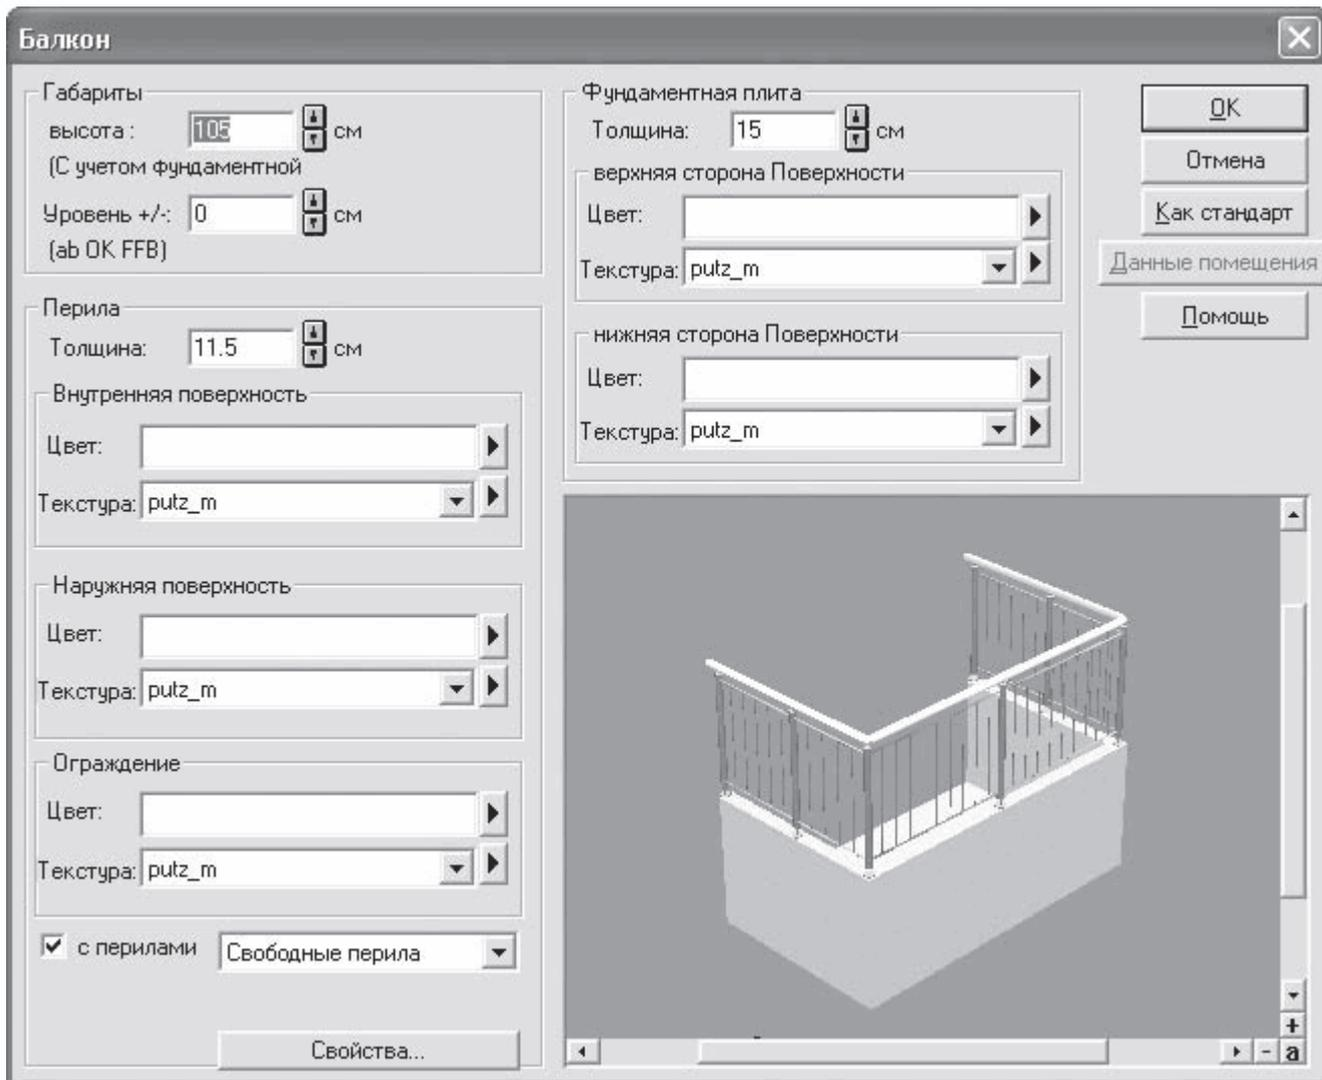

Рис. 4.26. Окно Балкон
3. Сразу после второго щелчка кнопкой мыши на экране появится окно Балкон (рис. 4.26) с дополнительными настройками создаваемого объекта. В данном окне задаются размеры и текстуры всех элементов балкона.